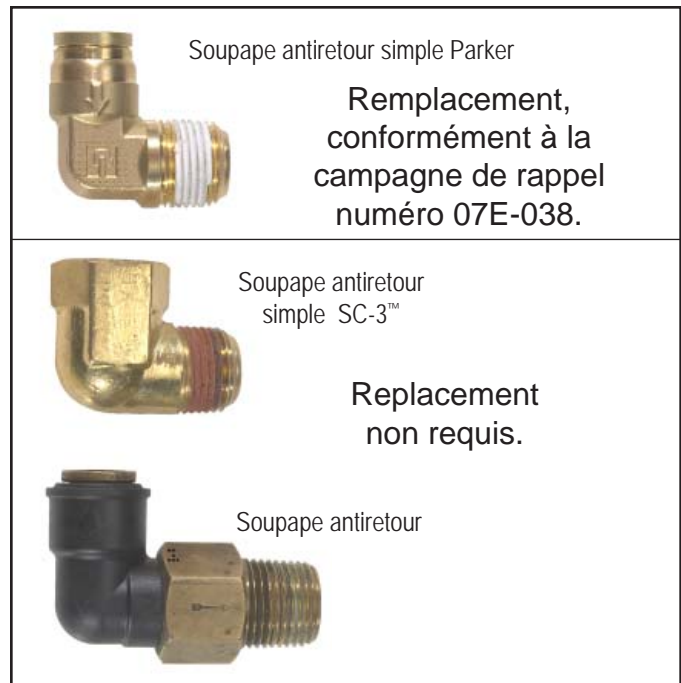

Figure 2 - IDENTIFICATION DE LA SOUPAPE ANTIRETOUR SIMPLE
5. Si la soupape SR-7™ qui a été enlevée contient une soupape antiretour simple externe dans le port d'alimentation, identifiez le type de soupape antiretour. **Si la soupape SR-7™ contient une soupape antiretour simple Parker, ne l'utilisez pas à nouveau dans la soupape de remplacement SR-7™. La soupape antiretour simple Parker est également couverte par la campagne de rappel numéro 07E-038.** Communiquez avec le Centre de rappel Bendix pour un remplacement. Reportez-vous à la Figure 2 pour l'identification de la soupape antiretour.